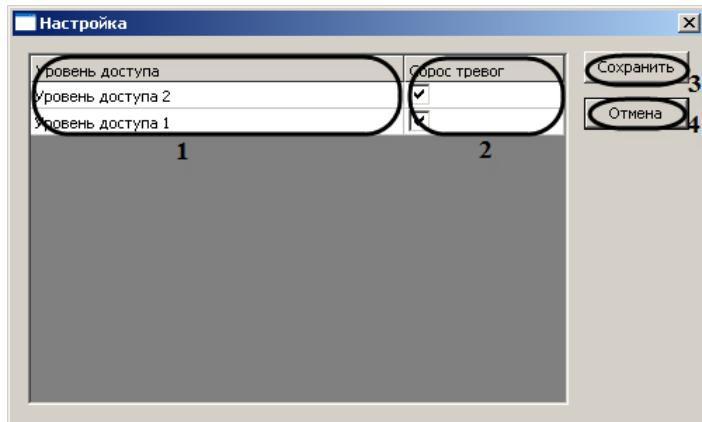

Рис. 3.7—10 Настройка уровней доступа
*Примечание. В столбце Уровень доступа отображаются уровни доступа, созданных в программном комплексе Интеллект (см. Рис. 3.7—10, 1).*
3. Для разрешения сброса тревоги в охранной зоне, пользователю с определенным уровнем доступа, необходимо установить флажок в соответствующей ячейке столбца **Сброс тревог** (см. Рис. 3.7—10, 2).